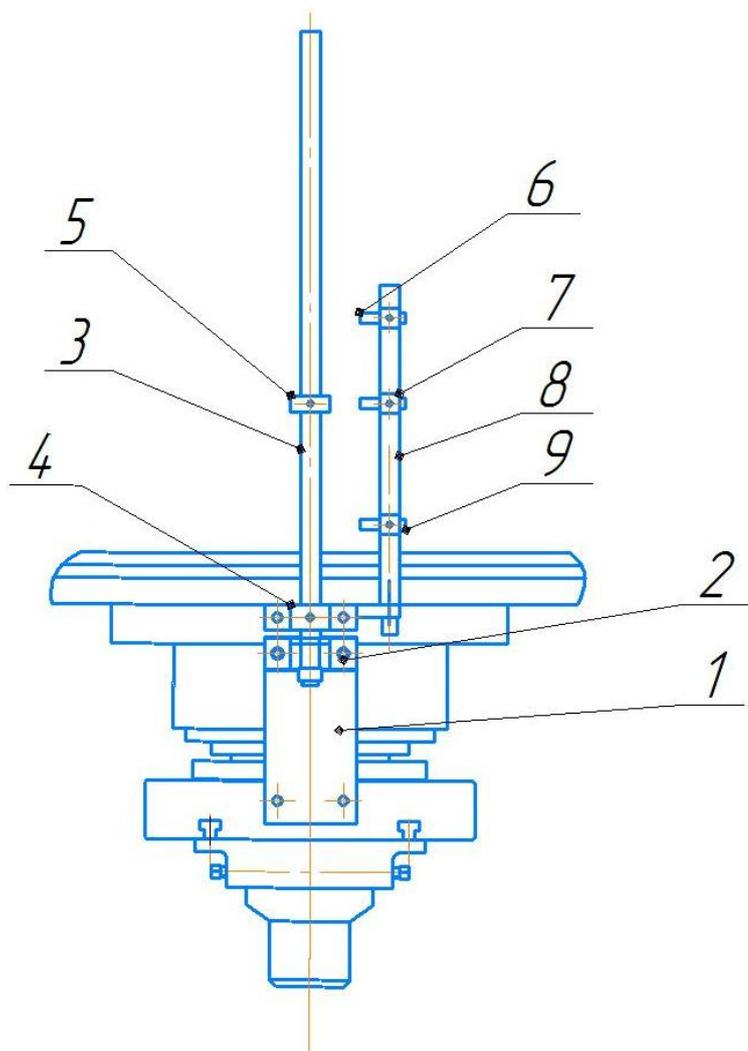

Рисунок 6. Механизм конечных выключателей
5.1.3. Механизм конечных выключателей (рис.6) установлен на лицевой стороне пресса, в доступном для оператора месте, и закреплен на корпусе гидроцилиндра. Механизм позволяет установить, путем перемещения выключателей, верхнее положение штока, момент включения ускоренного и рабочего хода, оптимизируя рабочее время при совершении одного рабочего цикла, увеличивая производительность труда. Состоит из планки 1 закрепленной на подвижной плите, кронштейна 2 с установленной на него цилиндрической направляющей 3, проходящей через втулку кронштейна 4. Эта часть деталей механизма является и механизмом от проворота плиты. На направляющей 3 установлен кулачок 4, взаимодействующий с тремя бесконтактными выключателями 6, установленными в ползунках 7, которые передвигаются по скалке 8 и фиксируются винтами 9 в нужном месте.